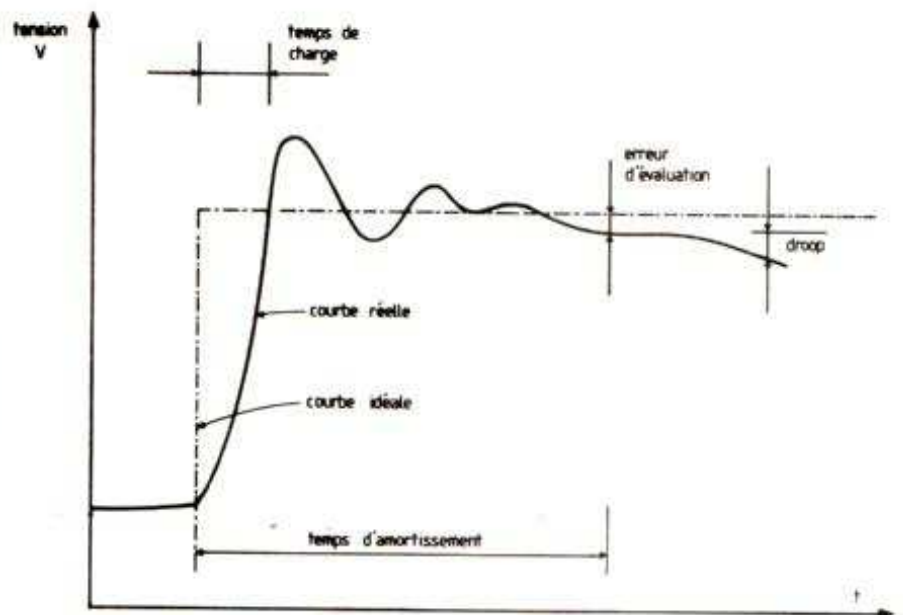

FIGURE 4 - *Performances du circuit sample & hold.*
teur maintient l'amplitude de l'échantillon (la tension) pratiquement constante puisqu'il ne peut se décharger que sur l'entrée à très haute impédance de l'amplificateur opérationnel. Il faut également que le condensateur choisi ait un très faible courant de fuite (droop) à travers le diélectrique. Le circuit de « sample & hold » est une source importante d'erreurs potentielles ; Joseph J. Carr (1) en relève au moins huit. Le diagramme de la figure 4 compare les performances d'un circuit idéal à celles d'un circuit réel (ne pouvant tout inclure sur un graphique, seuls quelques types d'erreurs sont indiqués).